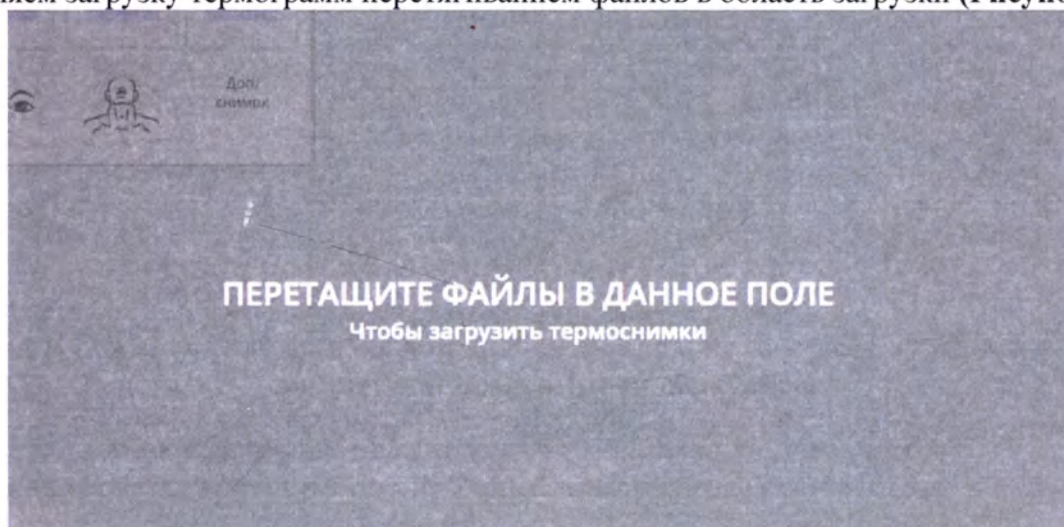

Рисунок 14. Вид области загрузки в интерфейсе
- 1 Выполняем загрузку термограмм перетягиванием файлов в область загрузки (**Рисунок 14**).